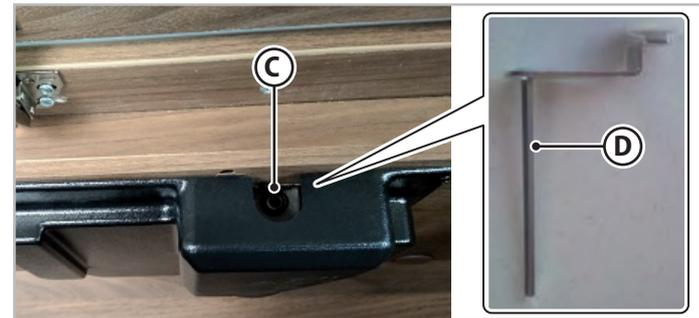

Fig. 6.20 - Desbloqueo de la cama eléctrica tipo A
2. En la parte delantera del motor, introduzca la llave (D - Fig. 6.20) dentro del tornillo (C - Fig. 6.20) para moverla manualmente.